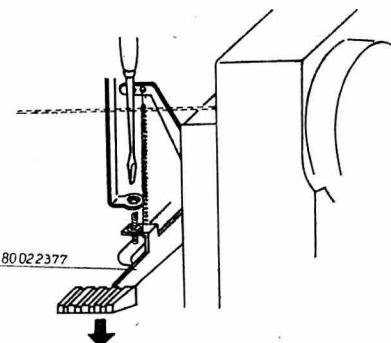

Abb. 11
- Justieren am Gewindestift bei nach unten gedrückter Riegeltaste (Abb. 11).